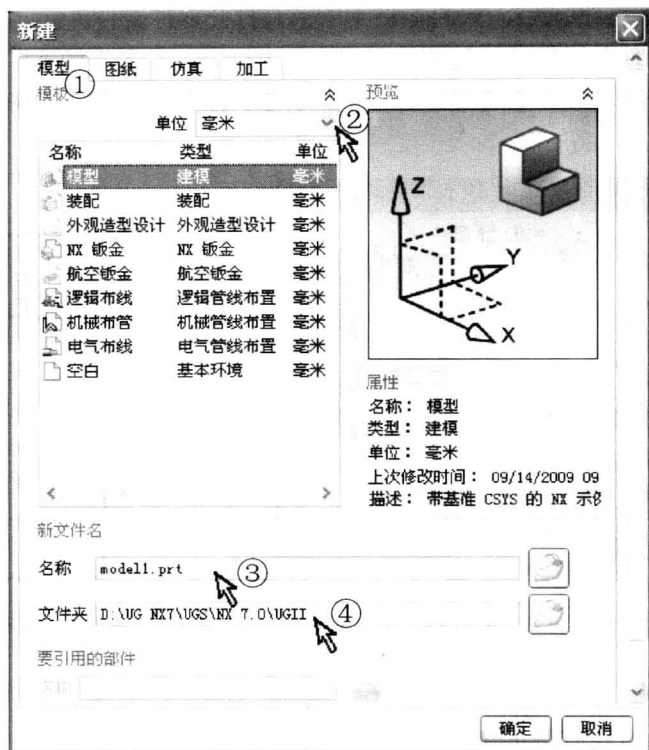

图 1-14 “新建”对话框
新建部件文件的方法有两种，一种是选择菜单【文件】|【新建】，弹出“新建”对话框，如图 1-14 所示；另一种是单击标准工具条上的“新建”按钮，弹出“新建”对话框。下面就“新建”对话框中各选项的输入或设置加以说明。
文件类型包括模型、图纸、仿真、加工等，如图 1-14①所示。建模时应选择“模型”，对应的部件文件格式为*.prt。
尺寸单位包括公制单位毫米和英制单位英寸两种，如图 1-14②所示。
在“名称”输入框内输入部件文件的名称，如图 1-14③所示。
在“文件夹”输入框内输入部件文件放置目录的名称，或单击输入框右侧的“浏览”按钮，通过文件目录浏览器选择部件文件存放的目录，如图 1-14④所示。